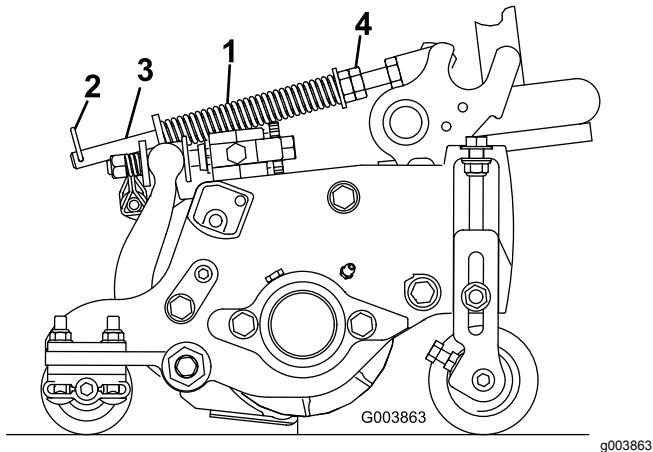

Figura 21
1. Asegúrese de que el pasador de horquilla está instalado en el taladro del extremo de la varilla del muelle (Figura 21).
longitud comprimida del muelle sea de 15,9 cm; consulte Figura 21.